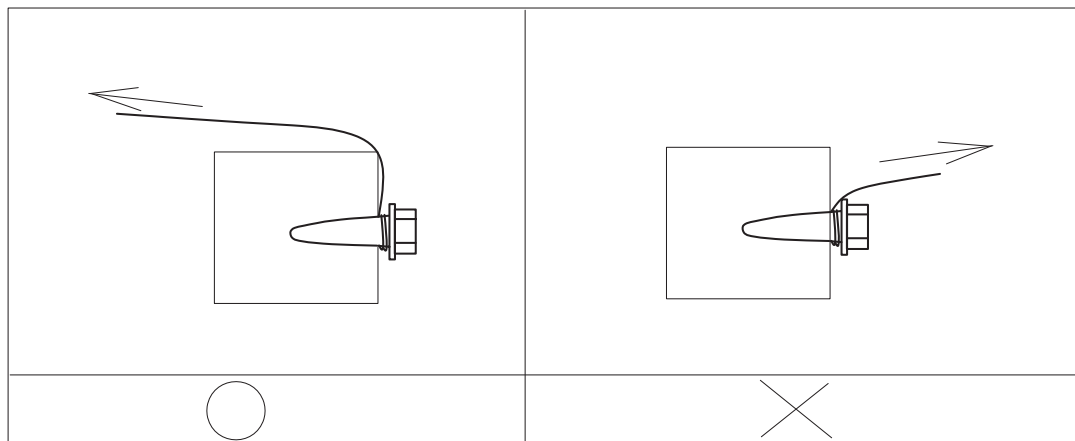

図 19
- コーチねじの取付けは 17 ページ 図 19 の「コーチねじ取付要領」を参照ください。